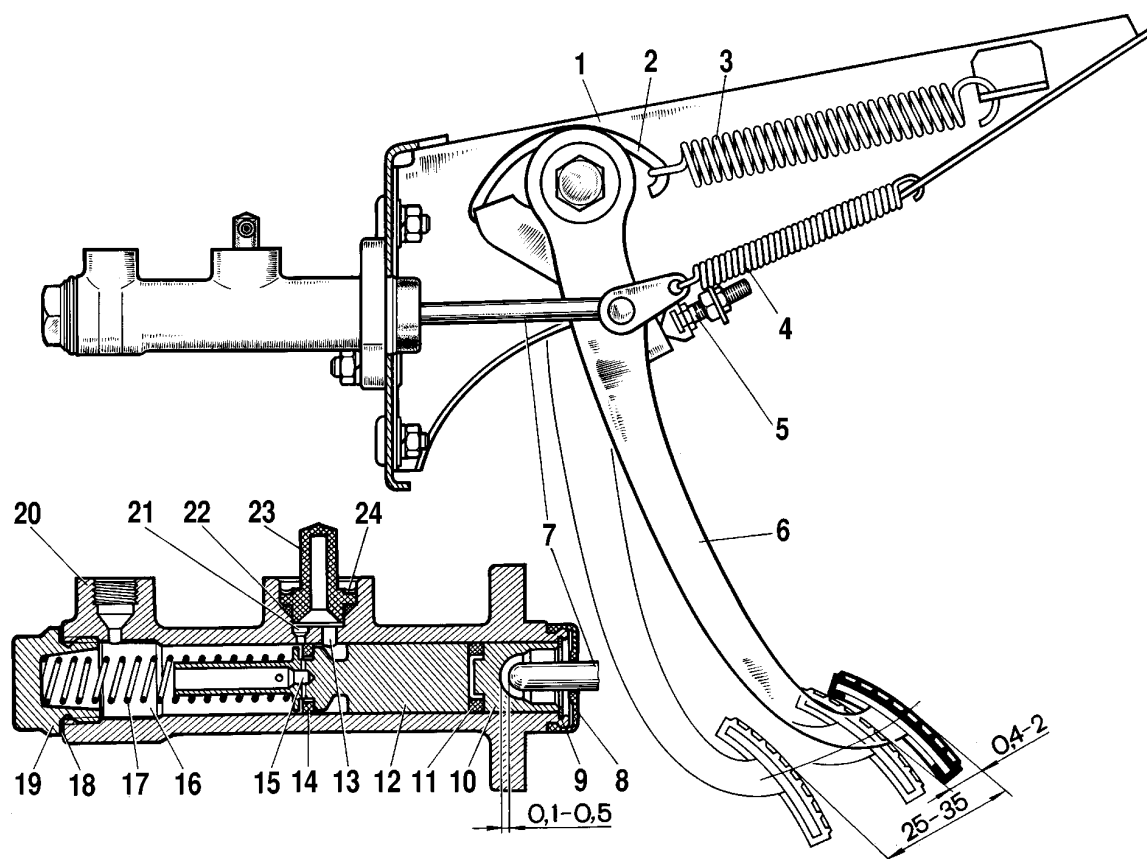

Bild 3-2. Kupplungspedal und Hauptantriebszylinder der Kupplungsausrückung:
- Einstellen des Abstandes von 0,1-0,5 mm zwischen Stößel und Kolben des Hauptzylinders (siehe Bild 3-2.) Dieser Abstand ist zum vollständigen Ausrücken der Kopplung erforderlich und wird mit dem Anschlag 5 des Kupplungspedals geregelt. Der